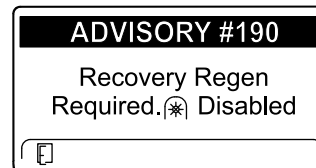

Figura 49
- Recovery regen required (Es necesaria una regeneración de recuperación) ADVISORY #190 (Aviso n.º 190) (Figura 49)